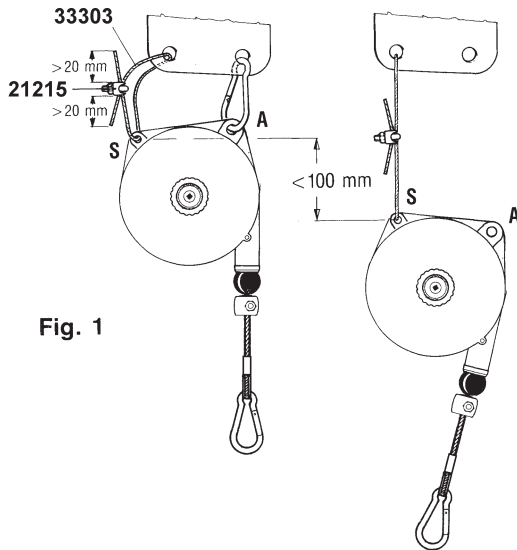

Fig. 1
Устройство (S) для страховочного подвеса балансира всегда следует закреплять к кронштейну/консоли правильно выбранных размеров, используя только стандартные крепежные приспособления (Рис. 1), которые входят в комплект поставки изделия.
Страховочный подвес НЕ ДОЛЖЕН БЫТЬ закреплен на один и тот же кронштейн/консоль, что и основной подвес балансира (А) (Рис. 1). На случай поломки основного подвеса необходимо оставить дополнительный запас хода троса не более 100 мм. Извлечь ненапрянутые части троса не менее чем на 20 мм и затянуть гайки зажимов 21215 (рис. 1) постепенно и одновременно с крутящим моментом 2 нм.
Правила эксплуатации балансира предписывают проведение периодического контроля (например, раз в рабочую смену) состояния верхних устройств для подвески (А) и (Б) (Рис. 1), крепежных винтов, самоблокирующихся устройств (если таковые используются), а также состояние крюков и троса.